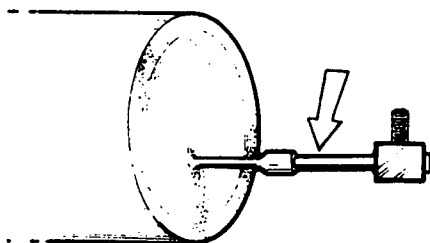

Fig. 2
- d Solde os tubos para válvula de serviço (fig. 2).